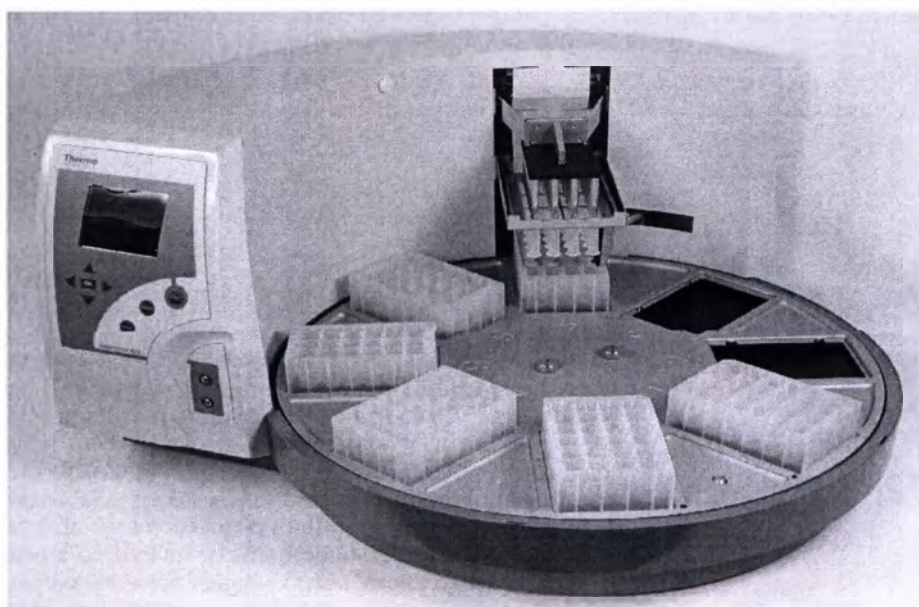

Рис. 6.11 Работа защитного экран
5. При повороте лотка защитный экран поворачивается над планшетом (Рис. 6.11)